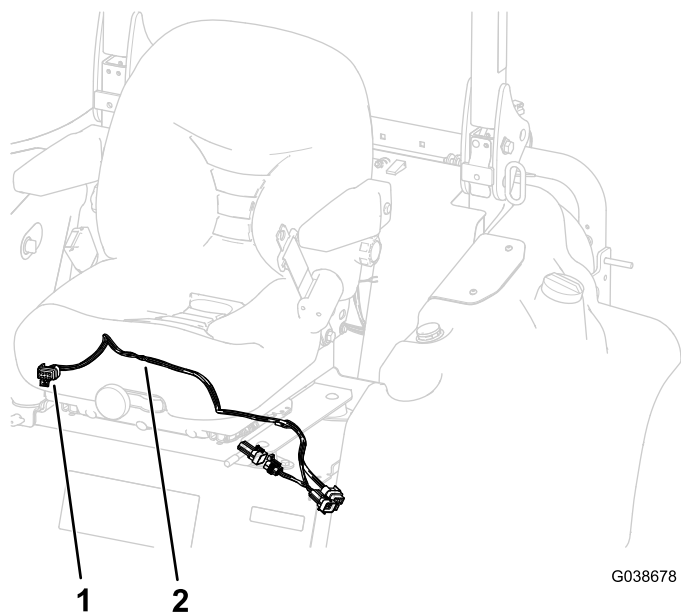

図 2
2. 既存の座席用ワイヤハーネスに沿って、ジョイスティックのワイヤハーネスを運転席下シートプレートの下に通し、運転席下の穴に通す 図 2。
4. 座席取り付けブラケットとシートプレートとの間およびシートプレートの右後にあるゴム製アイソレータの後ろにワイヤハーネスを通す 図 2。